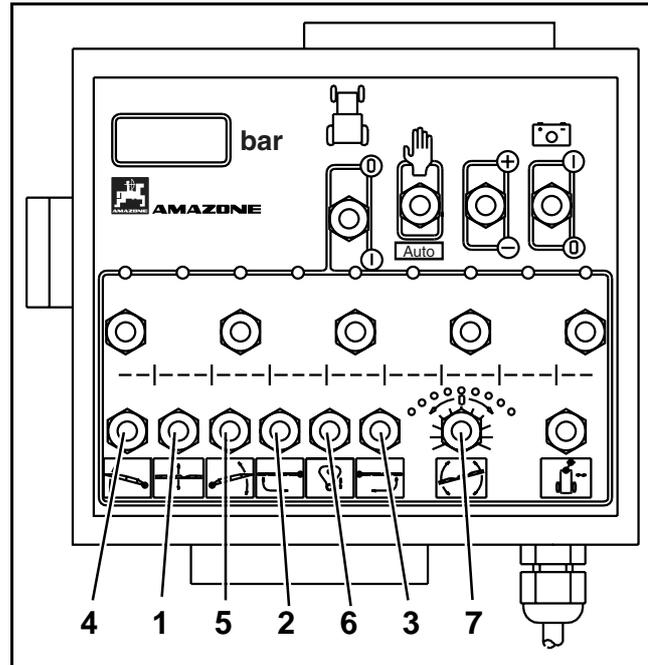

Fig. 8.67
- Mantener uno de los pulsadores (Fig. 8.67/2 ó fig. 8.67/3) en la posición „Desplegar“ hasta que los segmentos individuales se hayan desplegado completamente. Los correspondientes cilindros hidráulicos bloquean el varillaje en posición de trabajo.
- **Desbloquear la compensación de oscilaciones mediante el pulsador (Fig 8.67/6)** (para ello ver cap. 8.3.2.4).
- Ajustar la altura de rociado del varillaje mediante el pulsador (Fig. 8.67/1) para la regulación hidráulica de altura.
- Activar el pulsador (Fig. 8.67/1) y de esta manera elevar el varillaje a una altura intermedia.
- **Bloquear la compensación de oscilaciones mediante el pulsador (Fig. 8.67/6)** (para ello ver cap. 8.3.2.4).